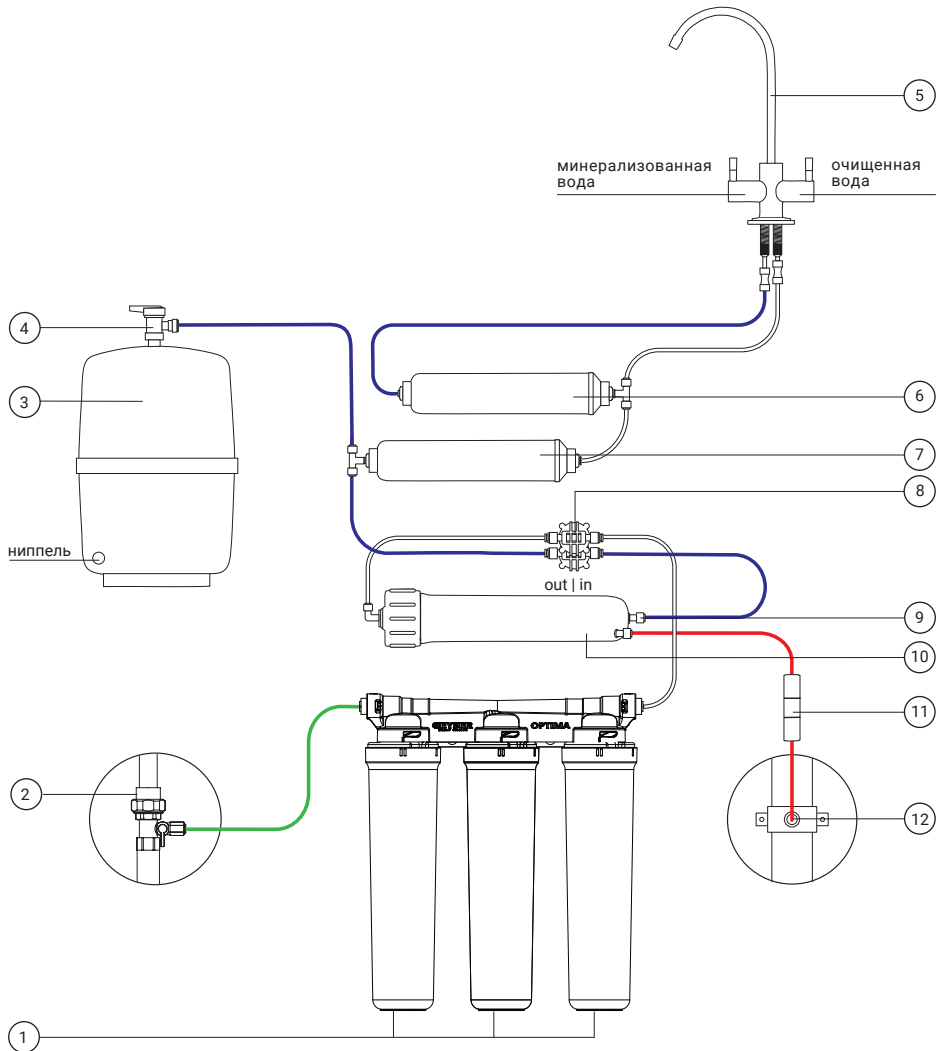

Рис. 3. Схема подключения Гейзер Zero Оптима M
3. Свободный конец зеленой трубки присоедините к скобе фильтра в соответствии со стрелкой указания направления потока (см. разделы «Схема подключения» (стр. 7, рис. 2 или стр. 8, рис. 3)) и «Присоединение трубок».